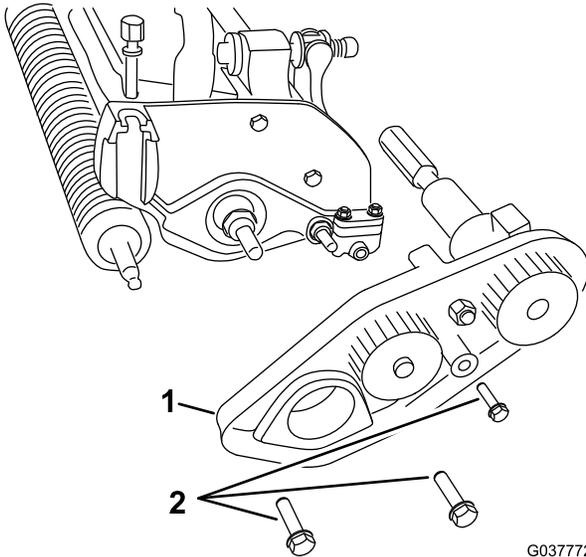

Figura 8
4. Retire os três parafusos que prendem o conjunto de transmissão da correia à unidade de corte, se instalada, e retire o conjunto completo (Figura 8).